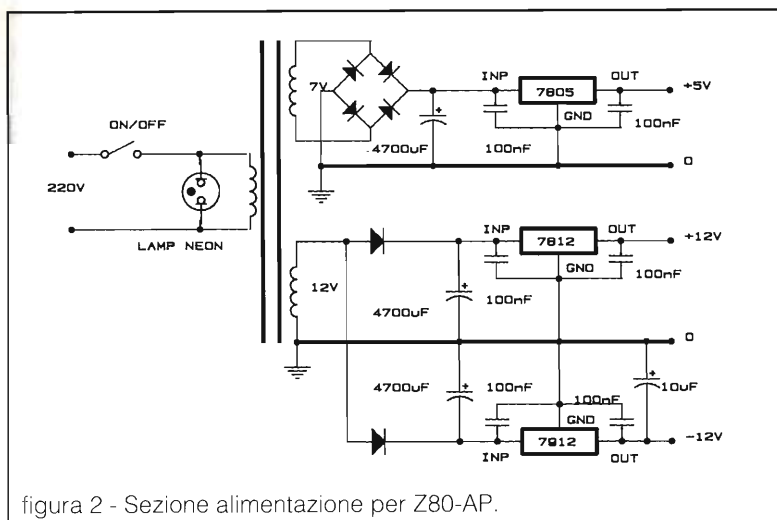

figura 2 - Sezione alimentazione per Z80-AP.
- La scheda CPU ha già montato l'alimentatore il cui schema elettrico è visibile in figura 2.